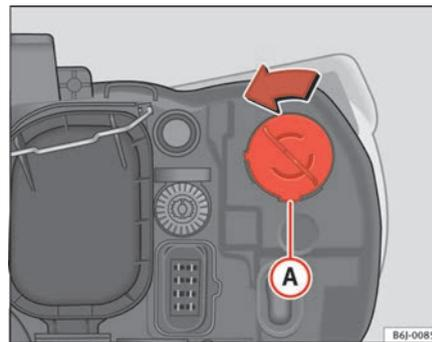

Fig. 144 Luz indicadora de mudança de direcção
- Rodar o porta-lâmpadas ⇒ fig. 144 Ⓐ para a esquerda e puxar.